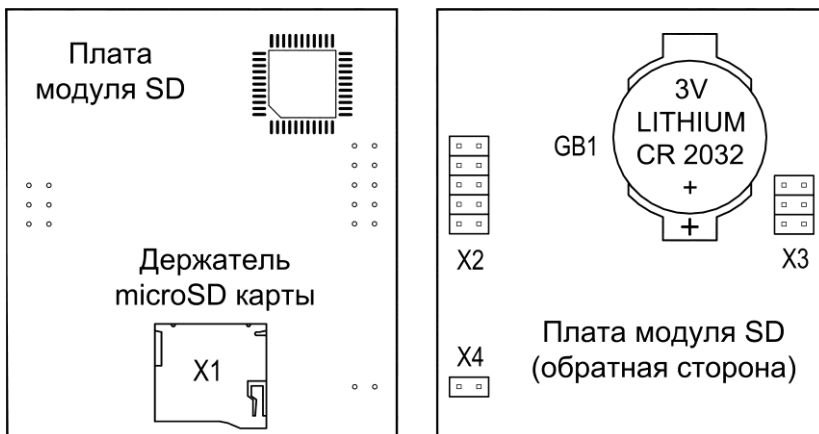

Рис.10 Плата модуля SD
ВНИМАНИЕ! Все действия необходимо производить аккуратно, чтобы не повредить электронные компоненты на платах сигнализатора и модуля SD. При работе с платой сигнализатора не касаться руками объектива фотокамеры и пирозлемента (находится под линзой). При установке модуля SD на место, внимательно следить за правильностью подключения разъёмов X2, X3 и X4 (рис.10) к плате сигнализатора (все штырьки должны быть подключены!).
- отсоедините плату модуля SD от платы сигнализатора (подключена с помощью разъёмов X2, X3 и X4 – см. рис.10). На обратной стороне платы модуля SD расположена батарея питания часов реального времени (рис.10);